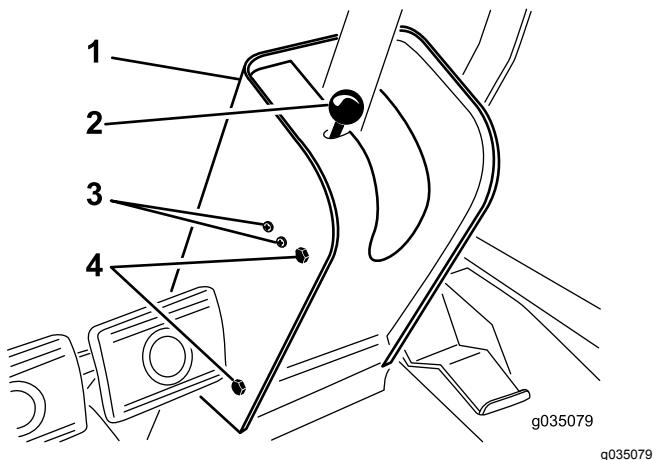

Figura 72
2. Retire o botão da barra do travão de estacionamento e os parafusos da cobertura da coluna de direção (Figura 72).
4. Desaperte os parafusos e as porcas que fixam o interruptor do travão de estacionamento ao lado esquerdo da coluna de direção (Figura 72).